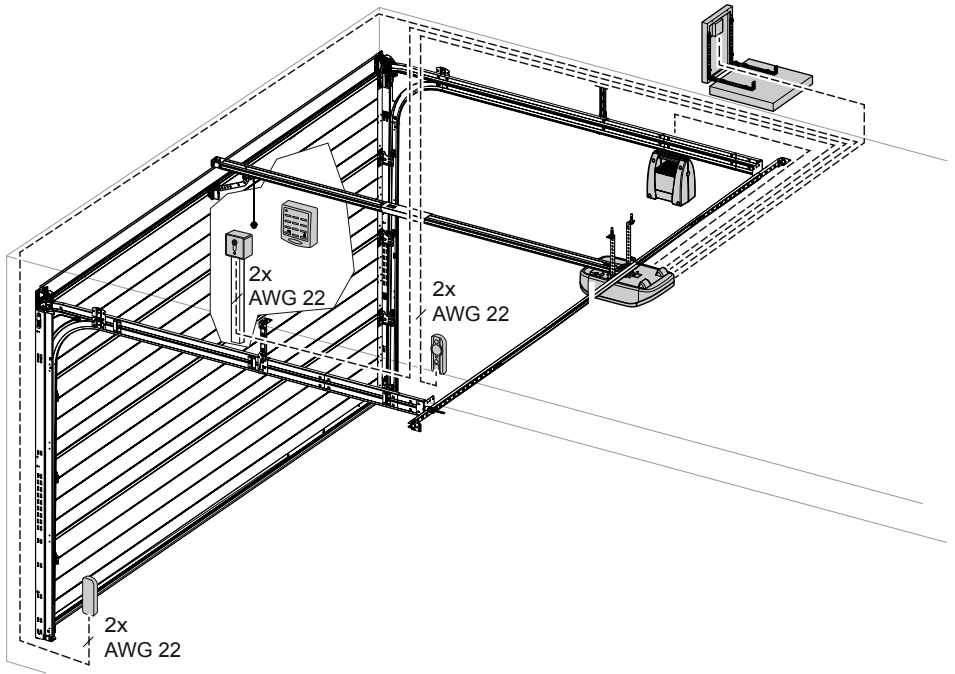

Abb. 3: Beispielinstallation Zubehör
3. Option: Dachmontage (Flachdach, Abb. 3)